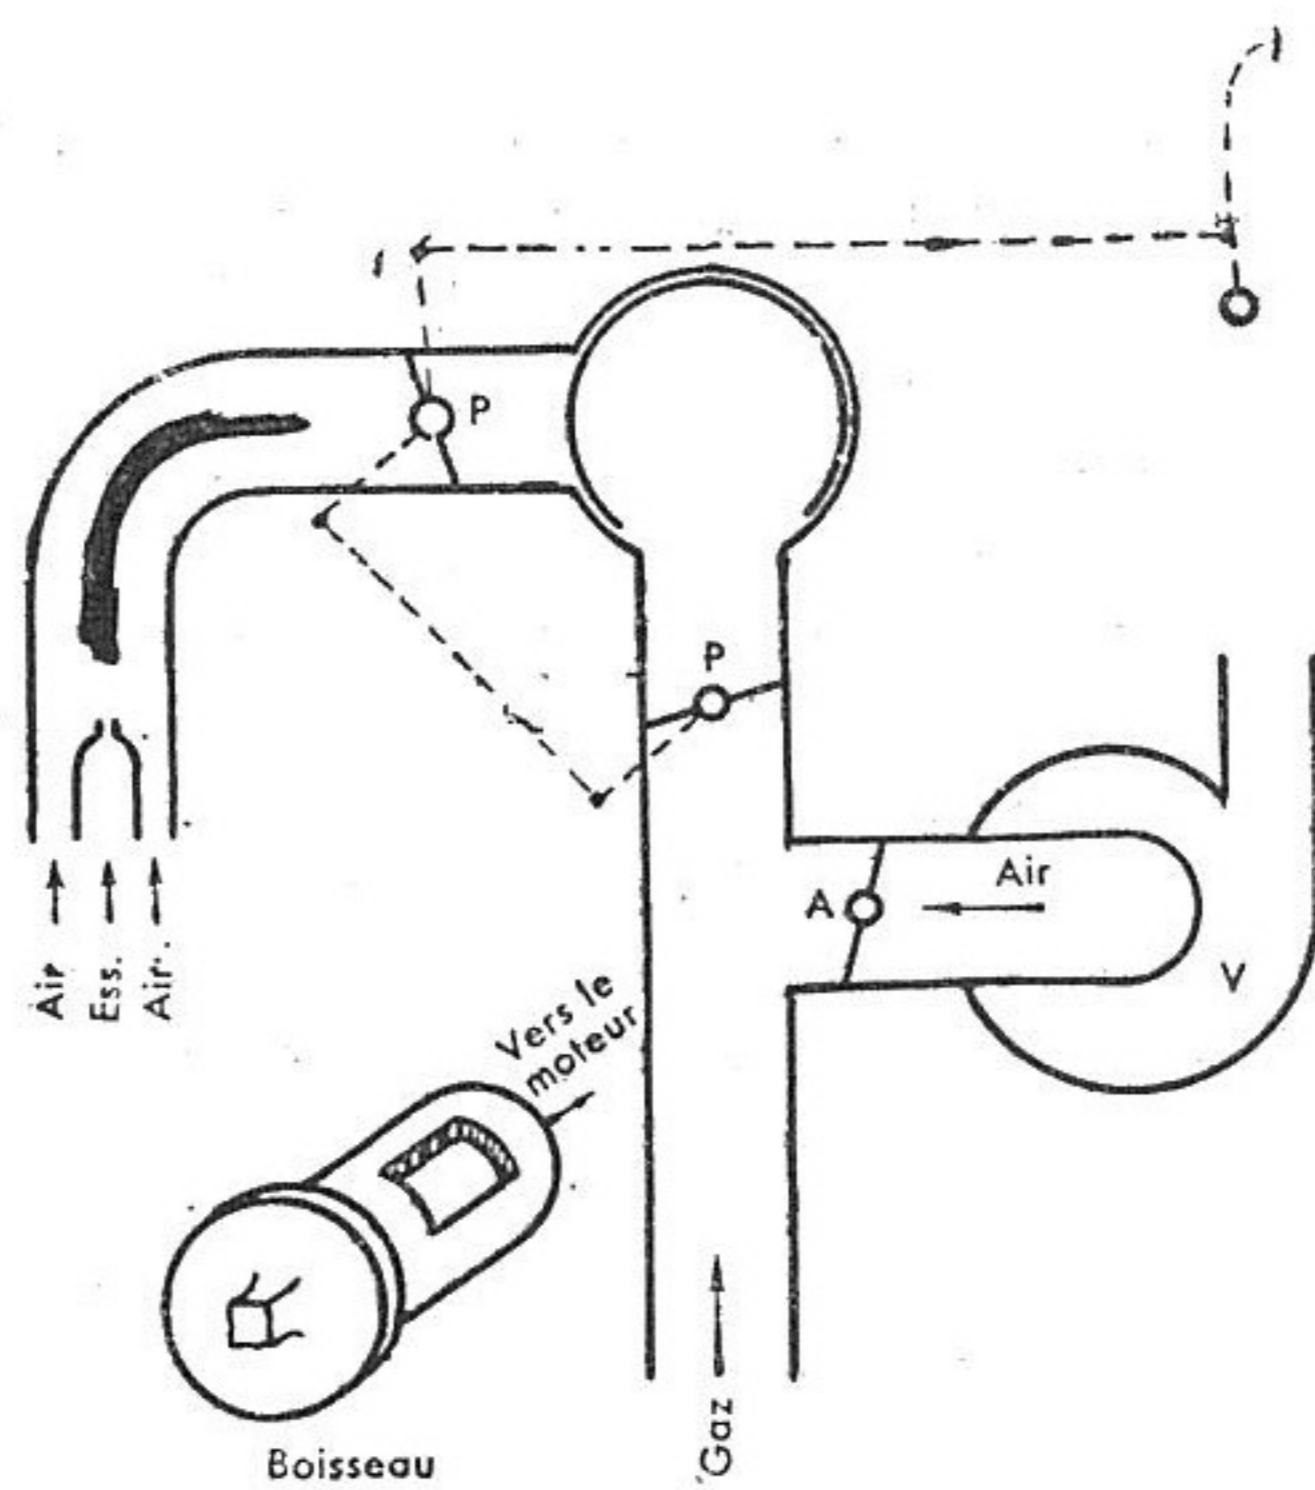
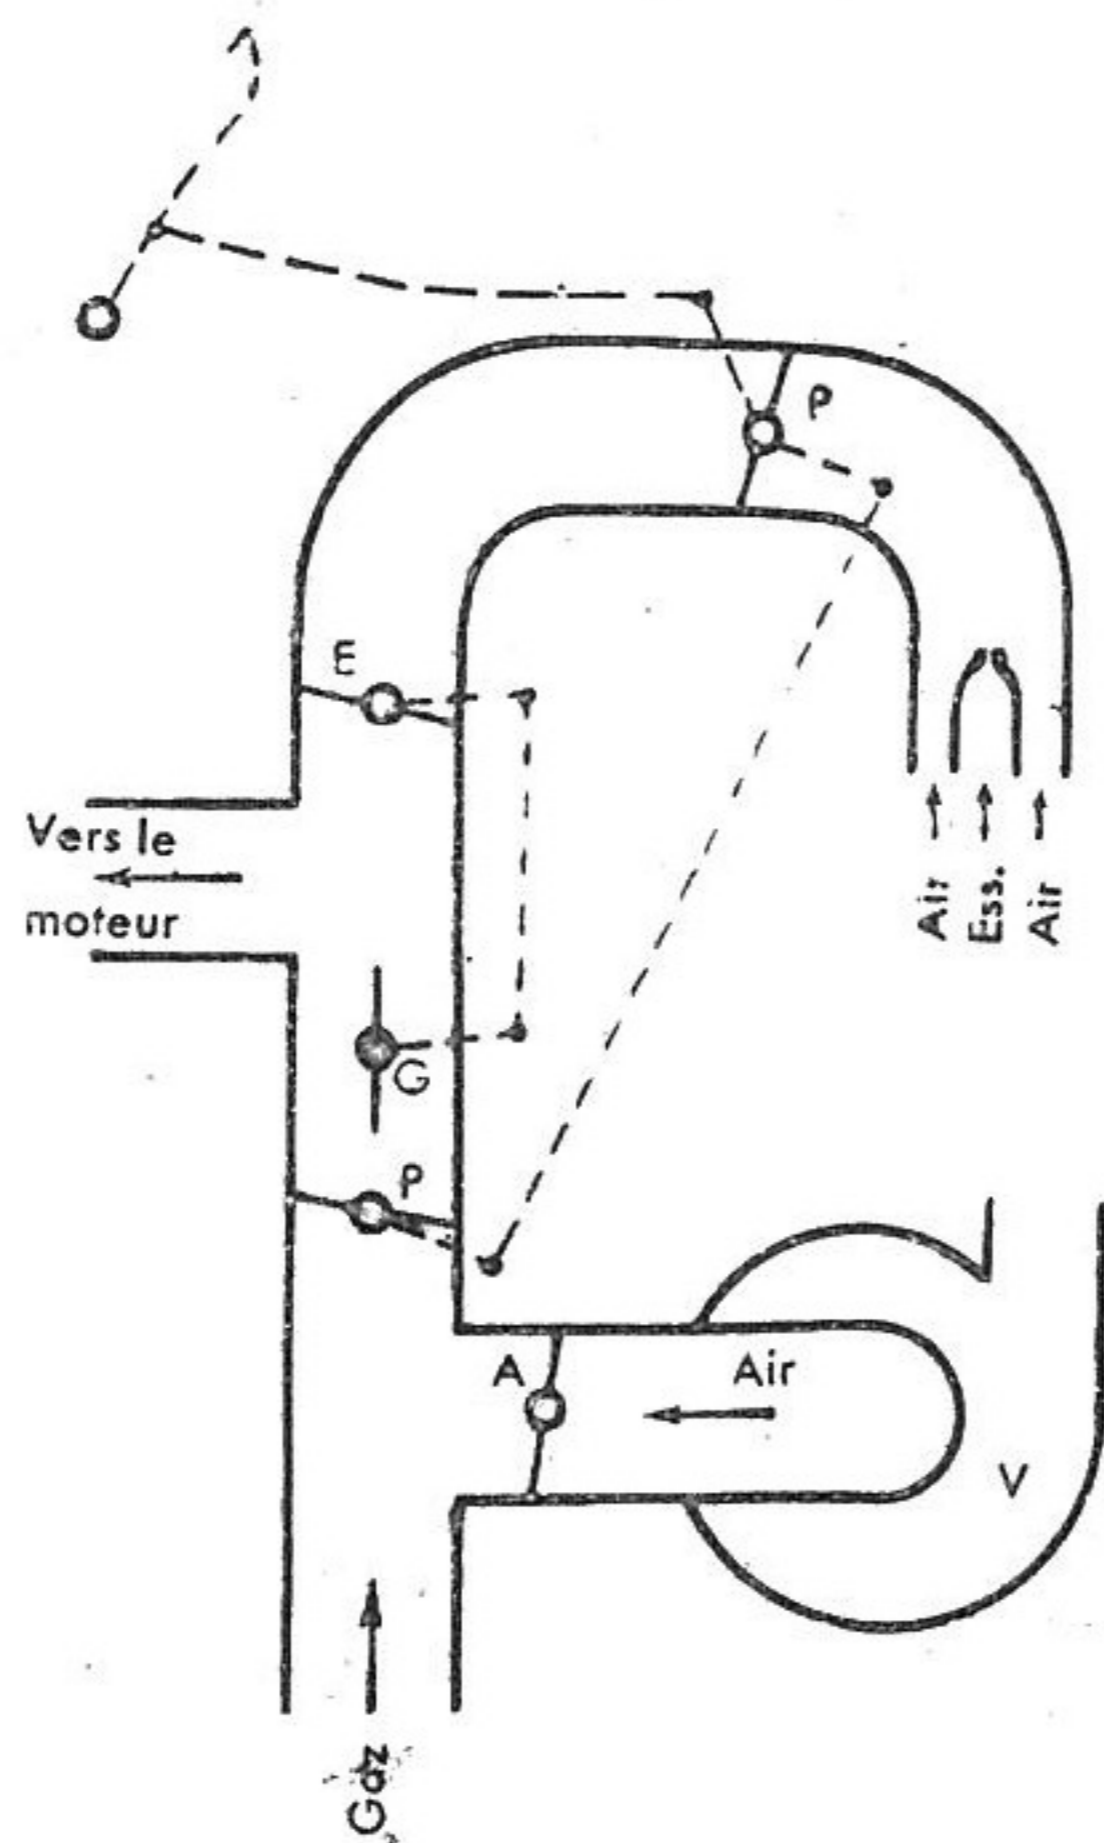

FIG. 13. — Robinet à 3 voies.
FIG. 14. — Volets conjugués.
1° *Le robinet à trois voies* (fig. 13). — Le boisseau est creux et communique avec le moteur, il présente une fenêtre qui, sur la figure, établit la communication avec le gazogène. Il l'établirait avec le carburateur si on lui faisait exécuter un quart de tour.
2° *Les volets conjugués* (fig. 14). — Les volets G et E, commandés en même temps par la même manette, sont disposés de façon que l'un soit ouvert quand l'autre est fermé. Sur les figures 13 et 14, on retrouve les papillons A de réglage d'air et P de réglage de puissance.
57. SON RÔLE. — Cet appareil (fig. 13 et 14) est indispensable si l'on veut partir directement sur le gaz : ce n'est autre chose qu'un petit ventilateur électrique V, alimenté par la batterie. Voici, d'après les figures 13 et 14, la suite des manœuvres à effectuer pour allumer le gazogène : supprimer le ralenti en fermant complètement les papillons d'accélérateur P et ouvrir le papillon d'air secondaire A, placer le robinet à trois voies ou les volets conjugués comme pour marcher au gaz (position des figures), lancer le courant dans l'aspirateur, puis présenter une flamme à l'entrée du gazogène : le combustible doit s'allumer presque instantanément ; au bout de quelques minutes, le gaz doit être de bonne qualité, ce que l'on constate en présentant une flamme à la sortie de l'aspirateur : le gaz brûle en ronflant, avec une belle flamme bleue. Lorsque le gaz est bon, arrêter l'aspirateur et fermer l'air (papillon A), qui ne doit être ouvert qu'au moment du lancement du moteur.